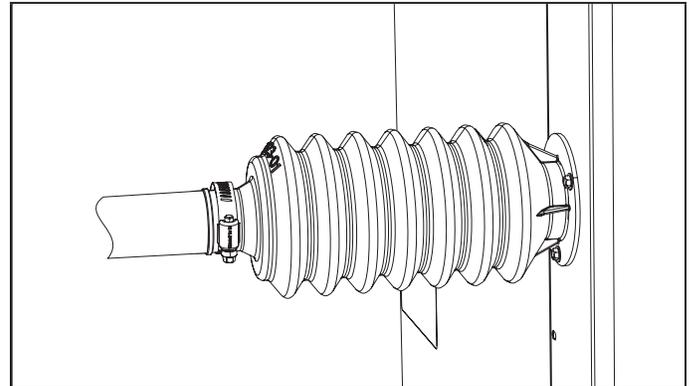

FIGURA 6. Colocación de la abrazadera de banda sobre el manguito
Conecte la línea de líquido adquirida en el sitio del tamaño adecuado al extremo como se muestra en la figura 6 usando uno de los siguientes procedimientos:
- 3 - Coloque la abrazadera de banda como se muestra en la figura 6 y apriete a 35 pulg.-libras para sellar el manguito a la línea.
- 2 - Coloque la abrazadera de banda como se muestra en la figura 6 y apriete a 35 pulg.-libras para sellar el manguito a la línea.